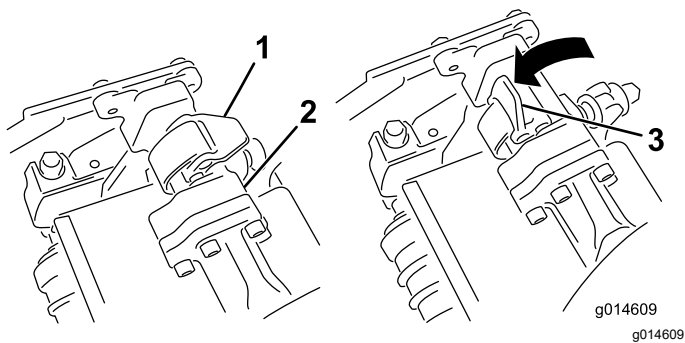
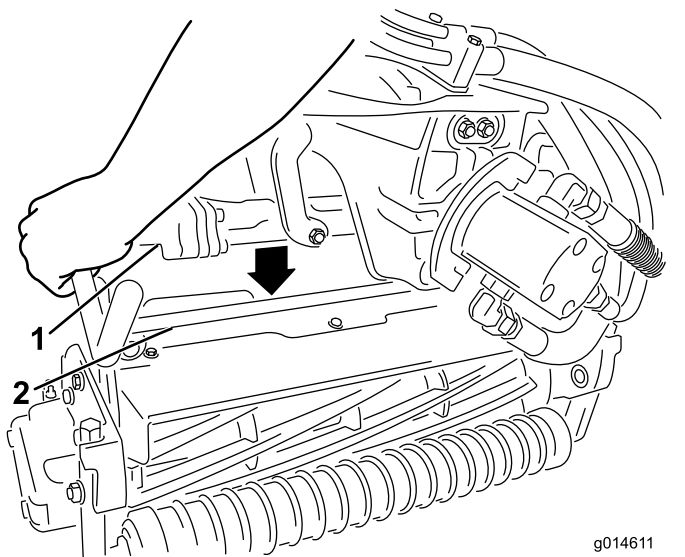

Figure 53
Figure 54
3. Les verrous de la barre de bras de suspension étant orientés en haut (c.-à-d. ouverts) (Figure 53), poussez le bras de suspension vers le bas pour que la barre s'engage sur la barre transversale au sommet de l'unité de coupe (Figure 54).
4. Fermez les verrous autour de la barre de l'unité de coupe et bloquez-les en place (Figure 53).
4. Ouvrez les verrous sur la barre du bras de suspension appartenant à l'unité de coupe que vous voulez déposer (Figure 53).